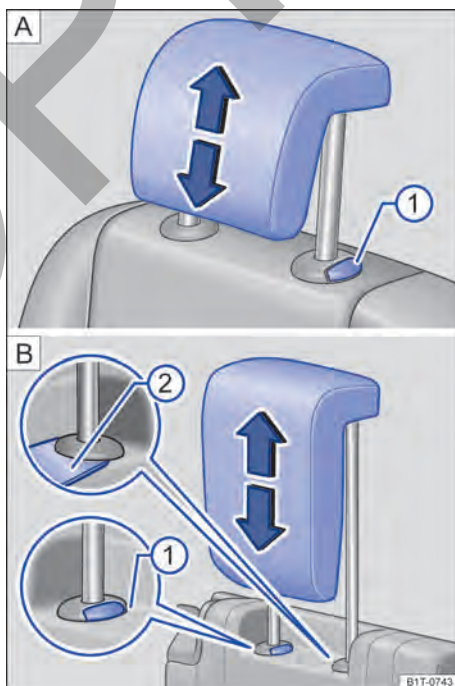

Fig. 101 Apoyacabezas trasero: desmontaje.
- Extraiga el apoyacabezas completamente a la vez que presiona la tecla → fig. 101 A1.
- Dado el caso, para desbloquearlo introduzca un objeto plano, p. ej., una tarjeta de plástico → fig. 101 B2, entre el tapizado del respaldo y la tapa de la barra del apoyacabezas.
- Extraiga completamente el apoyacabezas a la vez que presiona la tecla → fig. 101 B1 hasta el tope.
- Baje el apoyacabezas a la vez que presiona la tecla → fig. 101 ①.